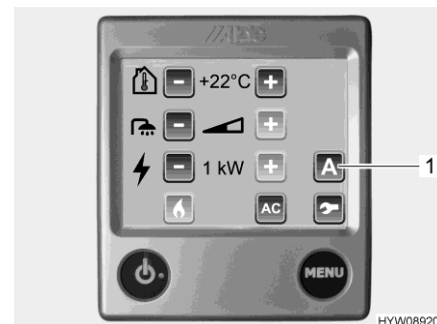

Fig. 177 Menu delle impostazioni (ventola aggiuntiva)
La ventola aggiuntiva viene azionata tramite la centralina di controllo (Fig. 177) del riscaldamento ad acqua calda.
- Premere il pulsante "A" (Fig. 177,1). Vengono visualizzate le funzioni.